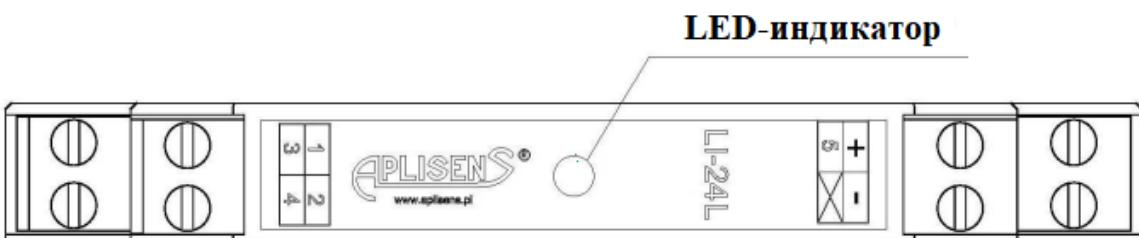

Рисунок 5. Светодиодный индикатор преобразователя LI-24L
3.2.11.3 Преобразователь LI-24L дополнительно оснащен двухцветным светодиодным индикатором, который сигнализирует о рабочем состоянии устройства. (см. Рисунок 5)